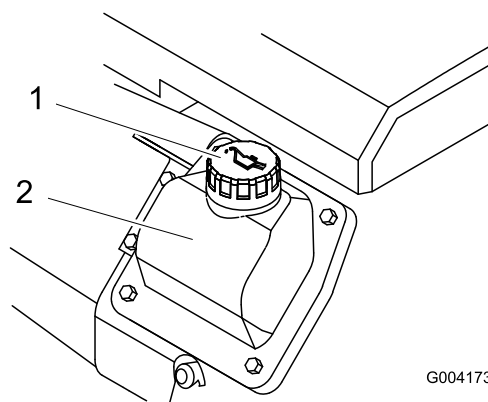

Bild 14
8. Machen Sie, wenn der Ölstand niedrig ist, rund um die Öleinfüllverschlusskappe sauber und entfernen Sie die Kappe (Bild 14).